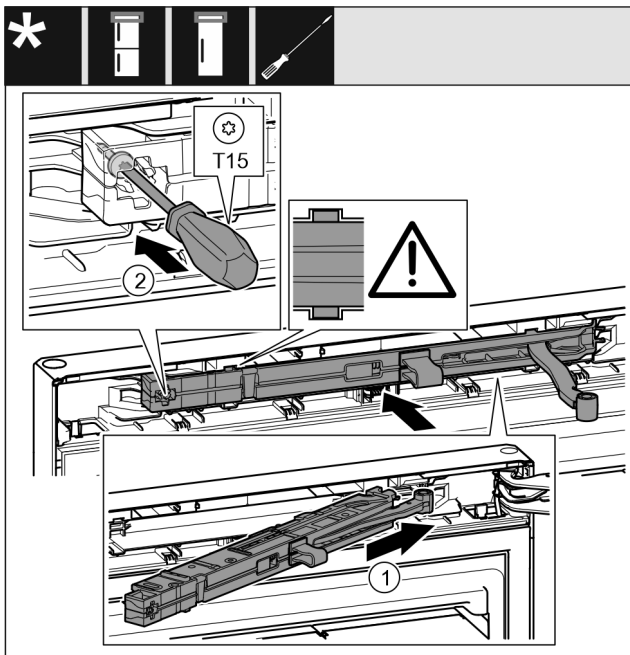

Fig. 71
- ▶ Schließdämpfereinheit Fig. 71 (1) auf der Lagerbockseite bis zum Anschlag schräg in die Aussparung einschieben.
- ▶ Schraube Fig. 71 (2) mit einem Schraubendreher festschrauben.